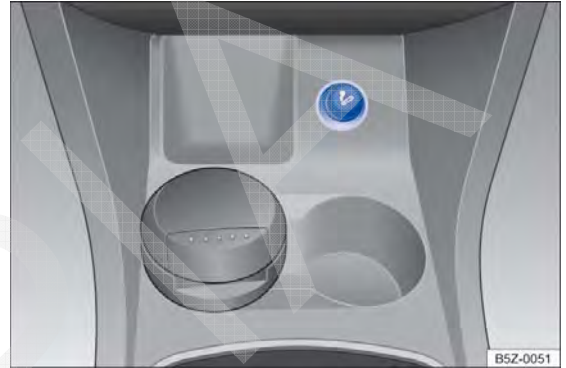

Fig. 92 No console central dianteiro: acendedor de cigarro.
- Com a ignição ligada, pressionar o acendedor de cigarro → Fig. 92.